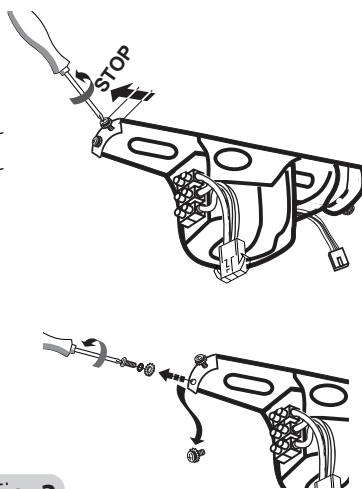

Fig. 3
4. Lösen Sie die Schrauben an der rechten Bohrung der Aufhängung und entfernen Sie die linken Schrauben. Siehe Abb. 3
4. Loosen the screws at the right hole on the hanging bracket and remove the left screws. Refer to Fig. 3.
4. Desserrez les vis du trou droit du support de suspension et retirez les vis de gauche. Voir Figure 3.
4. Draai de schroeven aan het rechtergat van de ophangbeugel los en verwijder de linkerschroeven. Zie Fig. 3.
4. Desaperte os parafusos no furo direito no suporte de suspensão e retire o parafusos esquerdos. Consulte a Fig. 3.